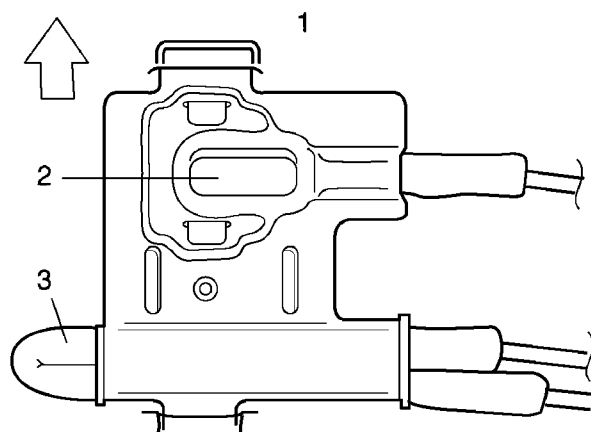

Рис. 12
3. Удалить температурную пластину из корпуса нагревателя. (Рис. 12)